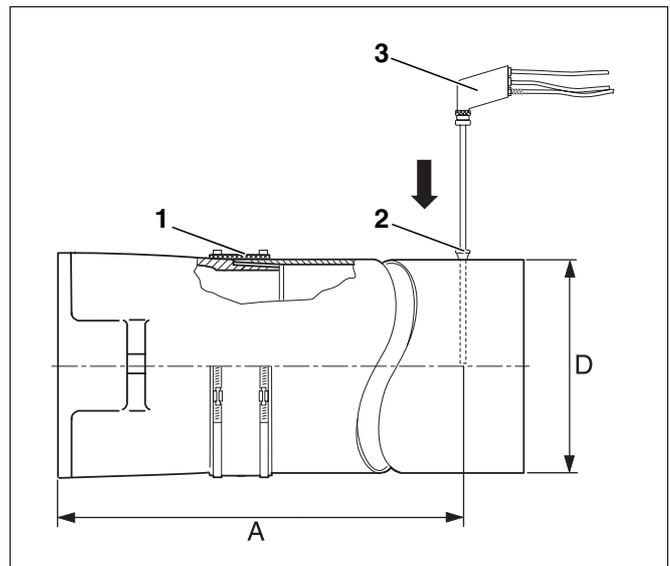

Abb. 16 Messwerte aufnehmen
Die Messungen erfolgen grundsätzlich im Abgasrohr. Die Messöffnung (Muffe; Abb. 16, **Pos. 2**) sollte im Abstand „A“ (ca. $2 \times$ Durchmesser Abgasrohr „D“) vom Abgasstutzen angebracht werden (Abb. 16). Wenn die Abgasanlage unmittelbar nach dem Heizkessel mit einem Bogen angeschlossen ist, muss vor dem Bogen gemessen werden.
Wir empfehlen Ihnen eine Abgasrohr-Abdichtmanschette (Abb. 16, **Pos. 1**) zu verwenden.
- Messsonde (Abb. 16, **Pos. 3**) bis in den Kernstrom (Mitte Abgasrohr) des Abgases eintauchen (höchste Abgastemperatur).